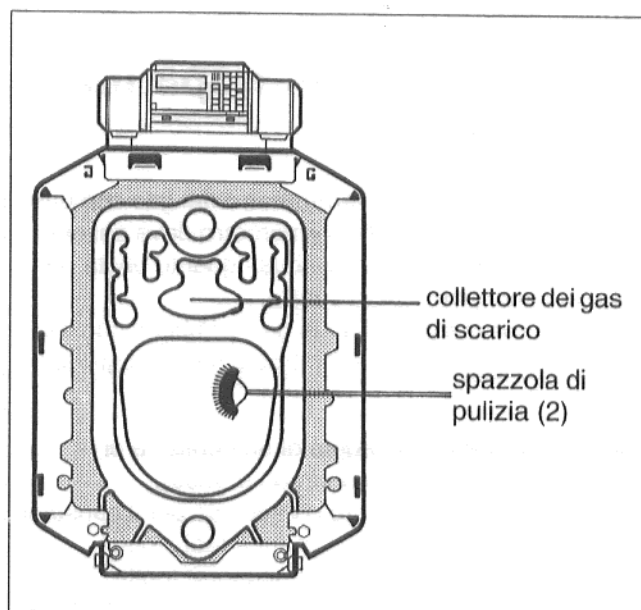

Fig. 40
- Pulire con la spazzola a manico angolato (2) il focolare ed il collettore fumi (Fig. 40). Pulire il collettore fumi anche girando la spazzola tra gli elementi.